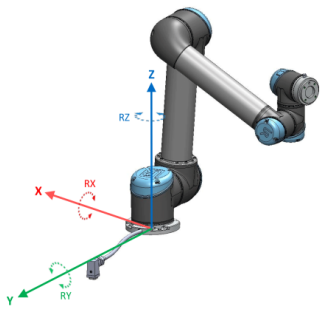

FIGURE 13.1 – Fonction de base
*Fonction de* : base son origine se trouve au centre de la base du robot (voir figure 13.1)